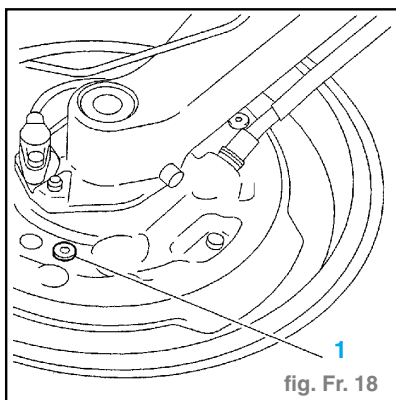

fig. Fr. 18
- Après dépose du capuchon (1), la fenêtre permet de regarder l'état de la garniture du segment de frein arrière. (fig. Fr. 18)